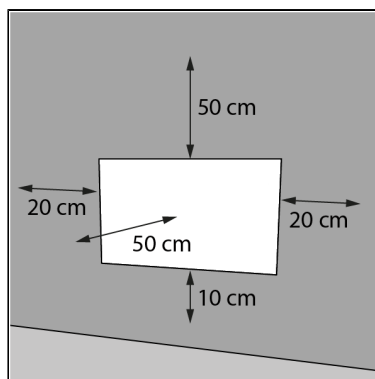

Figure 42.
2. Placez l'appareil en respectant une distance minimale (Figure 42) de :